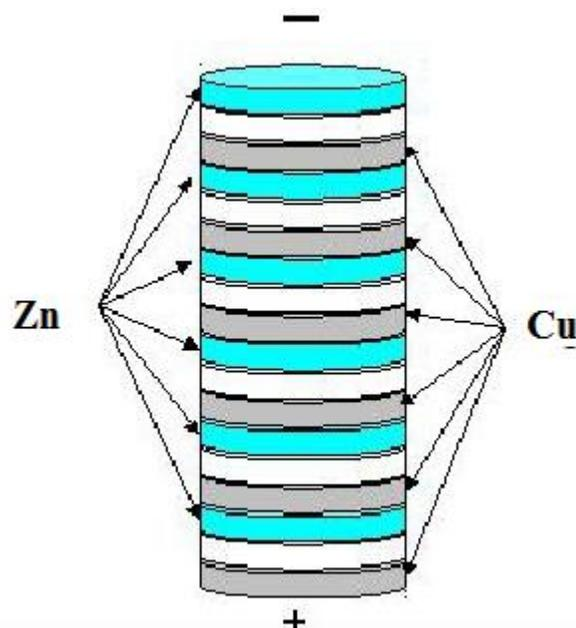

Рис. 4.
3. Чтобы получить большее напряжение, надо было соединить несколько элементов Вольта последовательно. С этой целью А. Вольта придумал системе элементов Вольта форму вертикального цилиндра (столба), состоящего из соединённых между собой колец цинка, сукна, пропитанного серной кислотой, и меди. Получился прибор, который назвали «Вольтов столб», высотой в полметра. Он создавал напряжение около 50 В, чувствительное для человека (рис. 4).